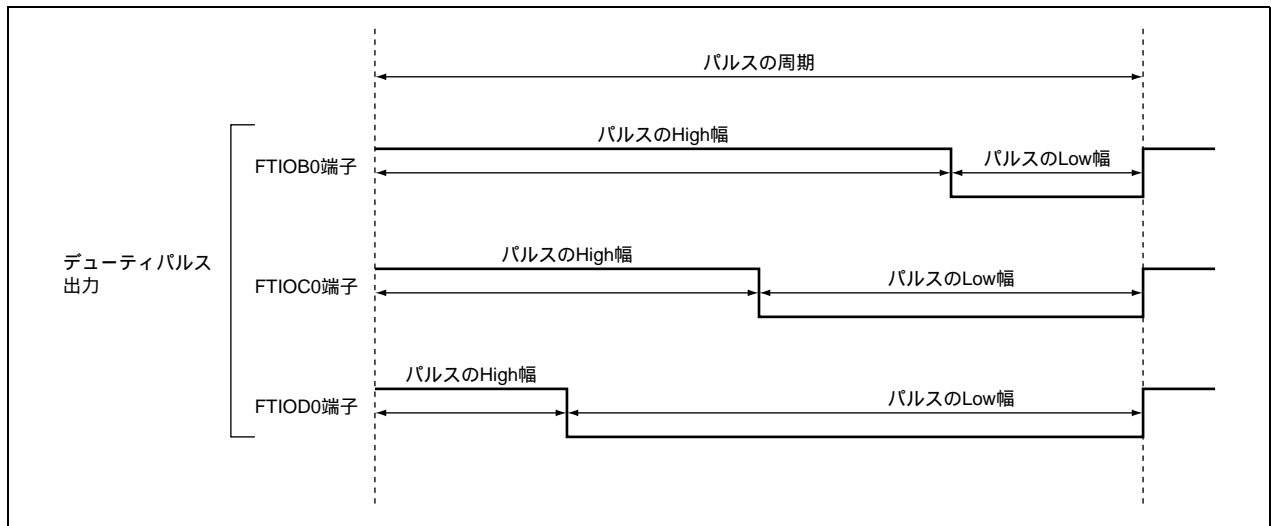

図 1.1 PWM3 相出力
- 図 1.1 に示すように、パルス High 幅を変化させ、デューティ変化できるパルス（デューティパルス）を 3 相出力します。